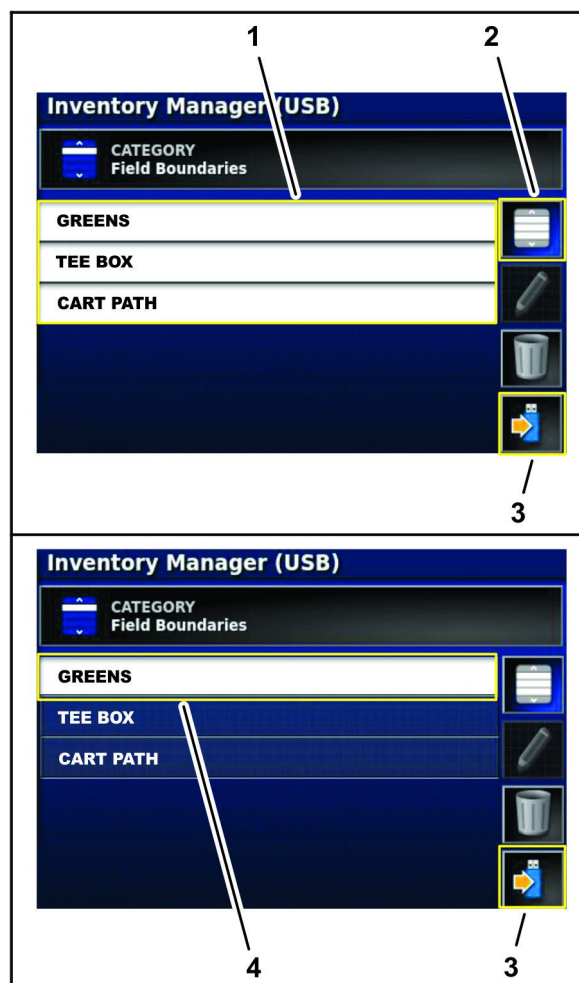

Figura 105
- Premete l'icona Seleziona tutto per selezionare tutte le informazioni della categoria (Figura 105).
8. Premete l'icona Salva elementi selezionati (Figura 105).